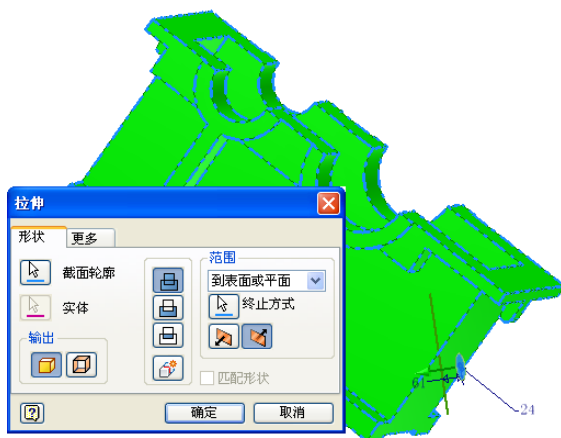
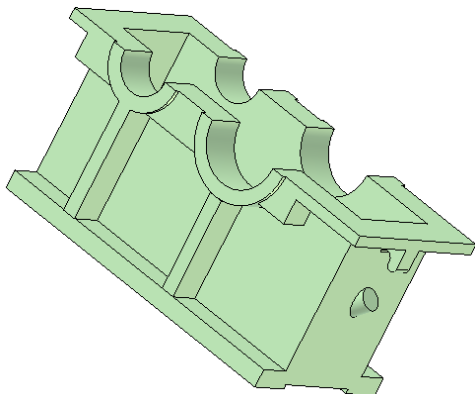

图 9-42 拉伸示意图
图 9-43 拉伸完毕后的零件
④单击【草图】标签上的【完成草图】工具按钮，退出草图环境，进入零件特征环境中，单击【模型】标签栏【创建】面板上的【拉伸】工具按钮，打开【拉伸】对话框，选择绘制的圆形为拉伸截面轮廓，终止方式选择为【到】，选择安装孔所在的平面为终止平面，其他设置如图 9-42 所示。单击【确定】按钮完成拉伸，此时零件如图 9-43 所示。